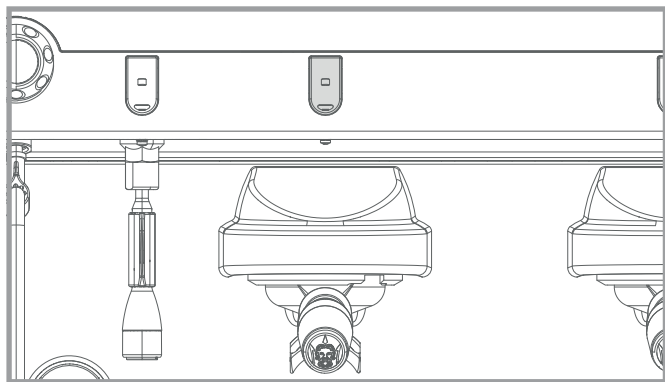

Fig. 5.2 - 设备控制装置（半自动版本）
- 按下所需剂量对应的剂量分配按钮（☞ / ☞ / ☞ / ☞）；按下半自动版本的分配按钮（见图 5.2）。